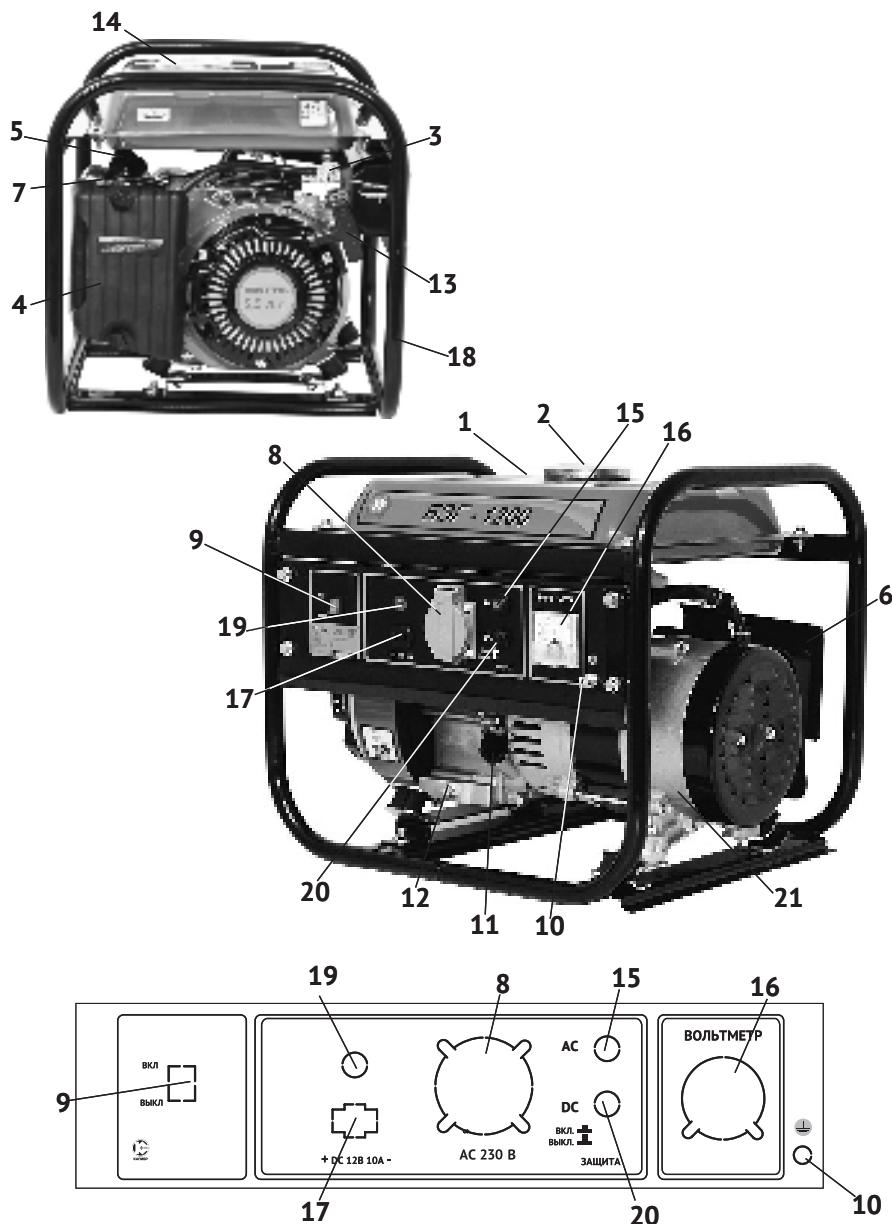

рис. 1
Коленчатый вал, приводимый во вращение возвратно-поступательными движениями поршня двигателя, передаёт крутящий момент на вал якоря генератора. Передача осуществляется через коническое сопряжение ротора генератора и вала двигателя. При этом образуется самоцентрирующаяся трёхпорная схема соединения. С обмоток статора генератора напряжение подводится: через систему стабилизации на розетку переменного тока (рис.1 поз.8); через выпрямительный блок на розетку постоянного тока (рис.1 поз.17).
2.4 Общий вид бензогенератора схематично представлен на рис.1
3.4 Двигатель и генератор закреплены на трубчатой раме (рис.1 поз.18) через амортизаторы, что снижает вибрацию аппарата и уменьшает уровень шума при работе. Все элементы бензогенератора имеют удобный доступ для обслуживания и ремонта.
Электрическая сеть подключения потребителей относится к системе с изолированной нейтралью, предусматривающей защитное заземление открытых токопроводящих частей корпуса. В зависимости от местных условий (состав грунта, его влажность и т.п.) изменяется качество заземления. Во всех случаях защитное заземление должно иметь сопротивление не более 4-х Ом. Во время работы бензогенератора его клемма заземления (рис.1 поз.10) должна быть подсоединенена к заземлителю. Практически это требование может быть реализовано следующими способами:
Выкрутите пробку-щуп из маслозаливной горловины (рис.1 поз.11) и залейте в картер масло необходимой марки до нижнего края горловины. Вставьте сухой чистый щуп в горловину картера и выньте его. Проверьте уровень масла: граница смоченной области щупа должна располагаться между отметками минимального и максимального уровней.
5.3.1 Отключить всех потребителей переменного и постоянного тока от генератора. Перевести автоматический выключатель (рис.1 поз.15) в положение «Выкл.» (кнопка отжата).
- перевести выключатель зажигания (рис.1 поз.9) в положение «Вкл.»;
- открыть топливный кран (рис.1 поз.3);
- перевести рычаг воздушной заслонки (рис.1 поз.7) в крайнее левое положение «закрыто» при пуске холодного двигателя (для прогретого двигателя рычаг устанавливается в промежуточном положении);
- медленно потянуть рукоятку стартера (рис.1 поз.13) до появления сопротивления, затем резким движением вытянуть трос на всю длину. Повторите действие ещё раз, если двигатель не завёлся.
После прогрева двигателя в течение 10-40 секунд (в зависимости от начальной температуры), перевести рычаг воздушной заслонки (рис.1 поз.7) в крайнее правое положение «открыто».
- перевести выключатель зажигания (рис.1 поз.9) в положение «Выкл.»;
- закрыть топливный кран (рис.1 поз.3).
- наличие и величина напряжения переменного тока измеряется вольтметром (рис.1 поз.16);
При перегрузке может сработать защита генератора. Проверьте суммарную мощность подключённого оборудования. Отключите лишнее. Включите автомат защиты, утопив кнопку (рис.1 поз.15) до фиксации.